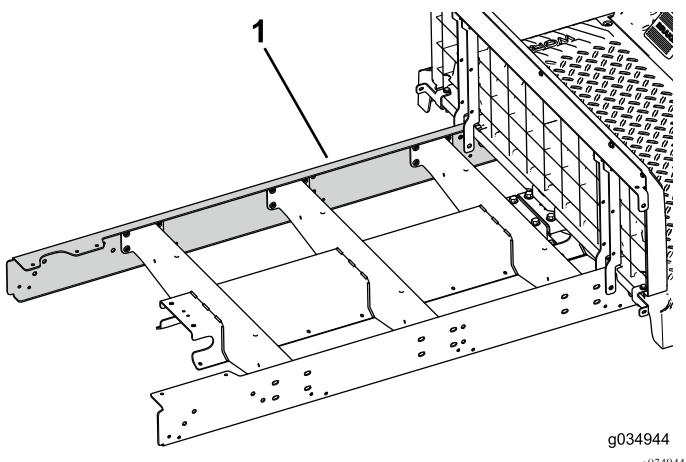

Рисунок 74
- Установите, не затягивая, удлинительную балку на левую сторону машины (Рисунок 74).